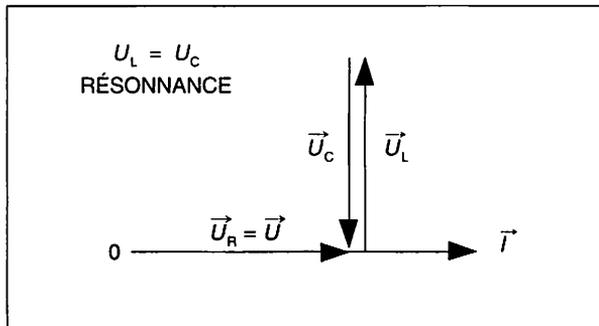

Fig. 6.16 : Circuit  $R$ - $L$ - $C$  série à la résonance.
- troisième cas :  $U_L = U_C$  soit  $L\omega = \frac{1}{C\omega}$  (fig. 6.16).